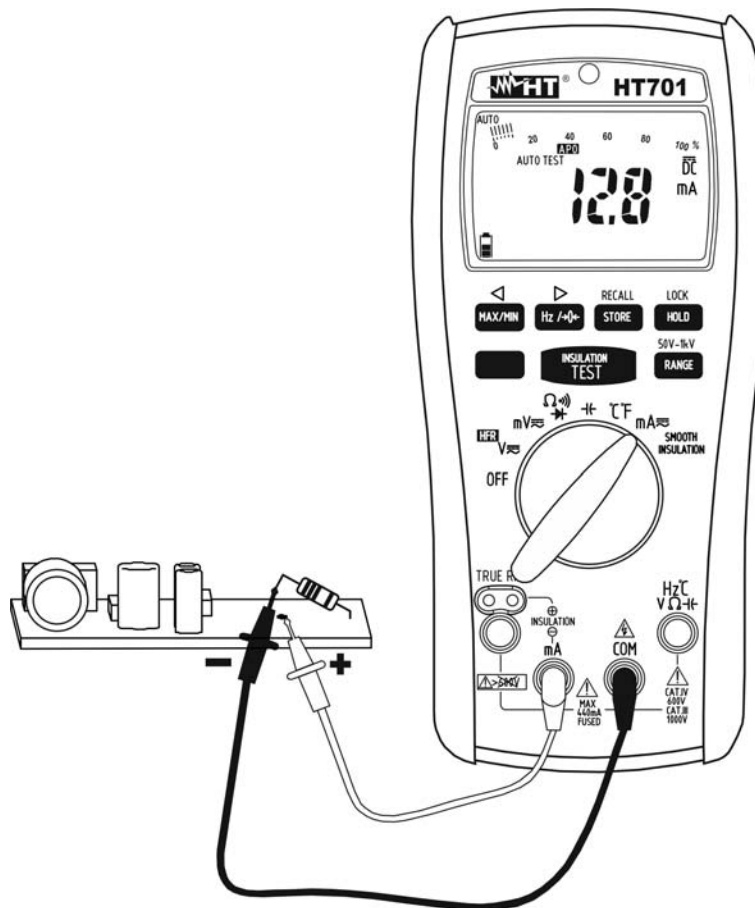

Fig. 4: Uso dello strumento per misura di Corrente DC
6. Collegare il puntale rosso ed il puntale nero in serie al circuito di cui si vuole misurare la corrente rispettando la polarità ed il verso della corrente (vedere Fig. 4)
9. La visualizzazione del simbolo "-" sul display dello strumento indica che la corrente ha verso opposto rispetto alla connessione di Fig. 4.